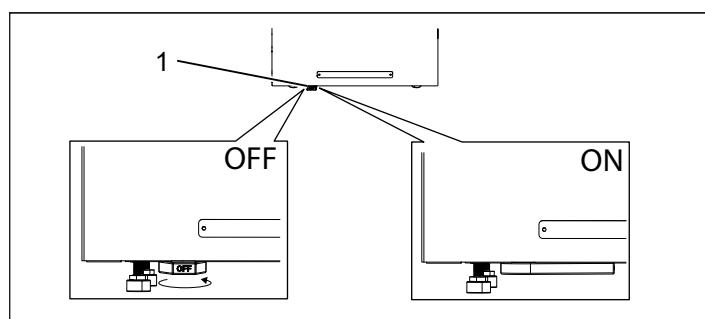

Fig. 21 ON / OFF
- Slå på brytaren längst ned på aggregatet, se fig 21.